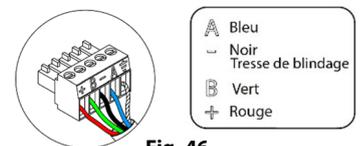

Fig. 46
Pour la connexion au bus connexion Airzone de la platine centrale ^③, vous disposez de 1 borne à 5 broches. Fixez les câbles à l'aide des vis de la borne, en respectant le code couleur (Fig. 46).